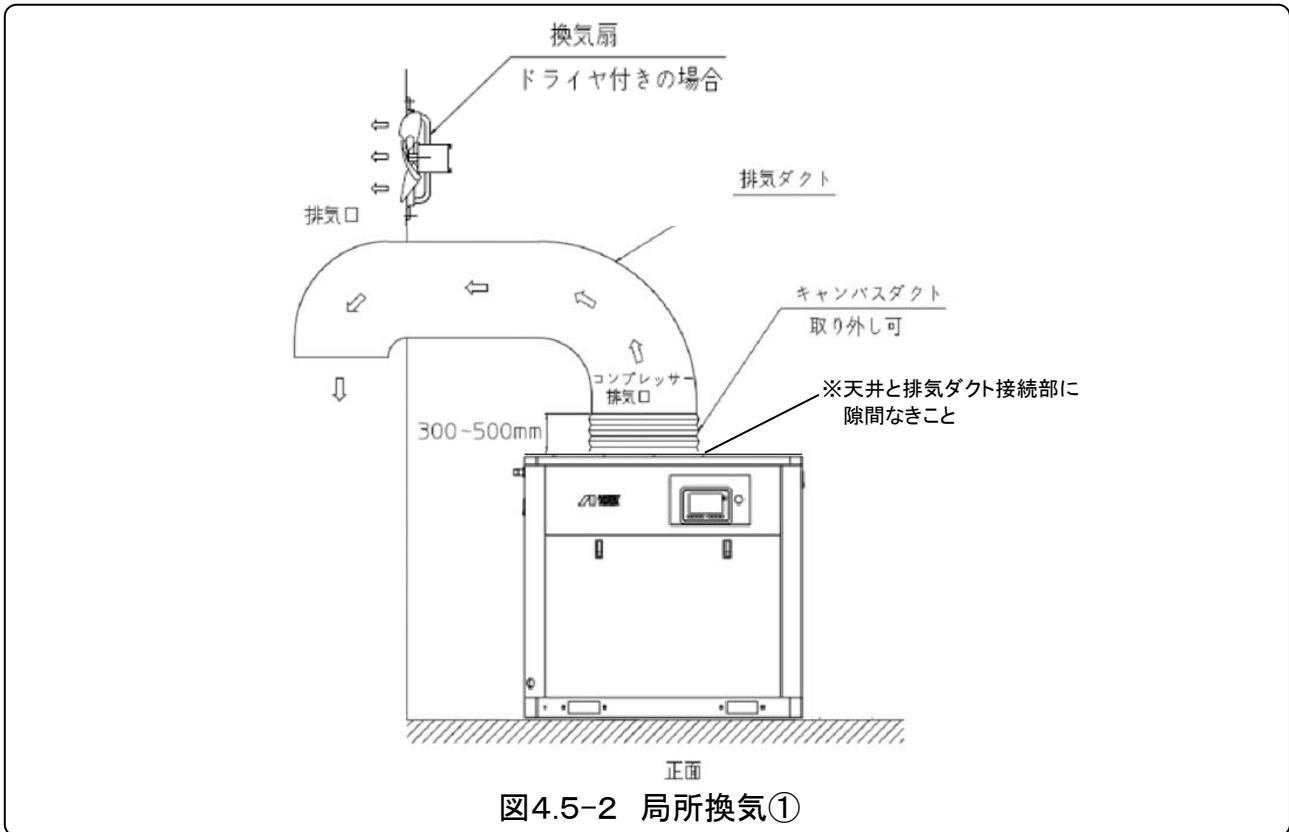

図4.5-2 局所換気①
- (1)局所換気①(排気ダクトを取り付ける)の場合は、ダクトの圧力損失をできるだけ少なくしてください。排気ダクト全体の圧力損失(表4.5-2の風量時)が20Pa(2mmAq)以下の場合、出口側の換気扇は必要ありません。圧力損失の計算は下記風量にて計算してください。局所換気①の設置例は図4.5-2をご参照ください。
- (2)ドライヤ付きの場合、ドライヤ排気口に排気ダクトを設けず、全体換気としてください。換気扇の選定にあたっては、LRSV-150BDは35m³/min以上、LRSV-220BDは45m³/min以上、LRSV-370BDは75m³/min以上の換気風量の換気扇を選定してください。
- コンプレッサの天井と排気ダクト接続部に隙間を設けないでください。(図4.5-2 局所換気①)